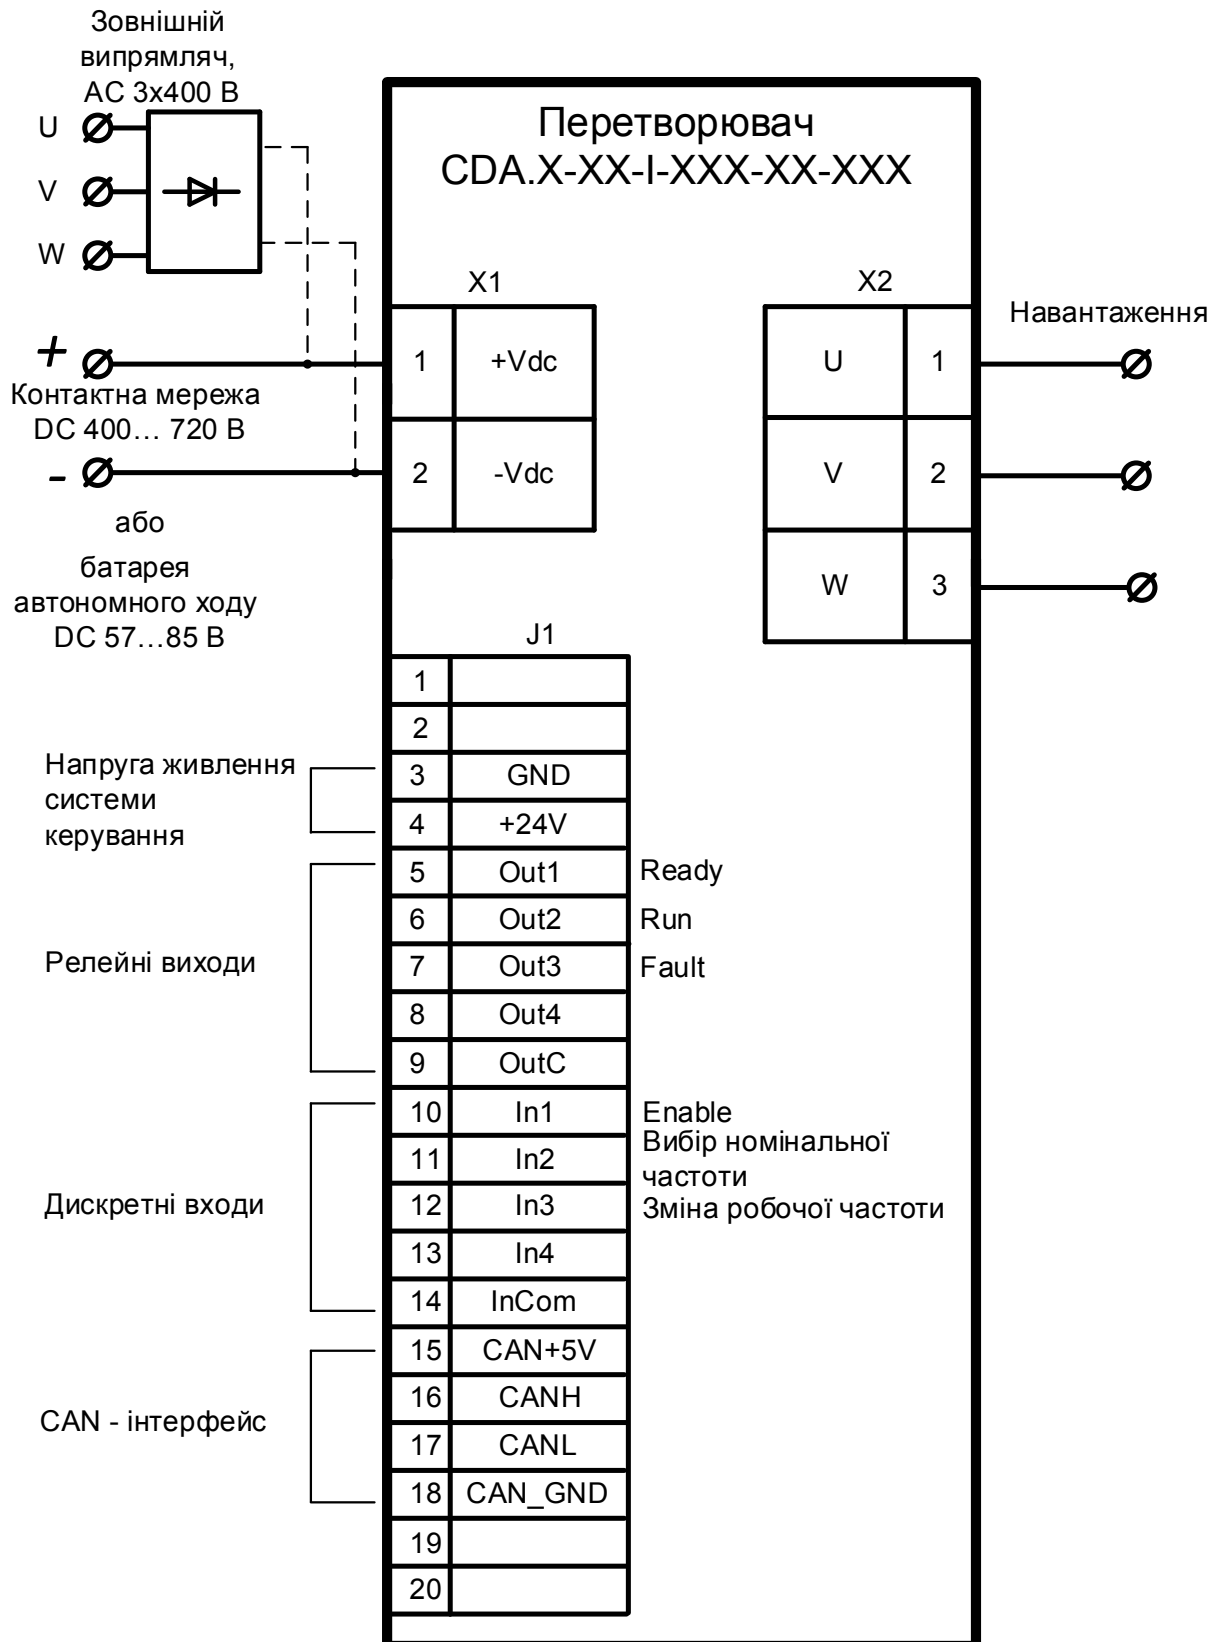

Рисунок 4.1 – Схема підключення живлення та споживача до перетворювача
4.3.4 Підключити до роз'єму J1 (рисунок 4.1) систему сигналізації та керування перетворювачем. Опис сигналів на роз'ємі J1 приведено в Додатку Б. Поперечний переріз провідників, що підводяться до роз'єму J1 повинен бути не більше, ніж 0,75 мм².
4.3.5 Підключити провідники від джерела живлення (контактна мережа чи від зовнішнього випрямляча) до вихідного роз'єму X1 на панелі перетворювача (рисунок 4.1), з поперечним перерізом провідника не менше ніж 2,5 мм².
4.3.6 Підключити провідники від споживача до вихідного роз'єму X2 на панелі перетворювача (рисунок 4.1), з поперечним перерізом провідника не менше ніж 2,5 мм². **Увага – слідкуйте за полярністю!**